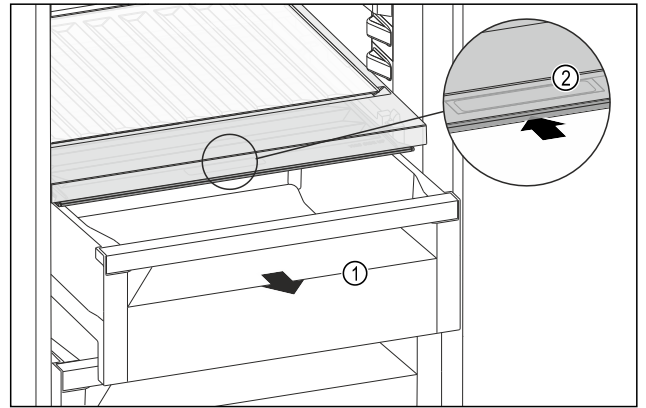

Fig. 149
- ▶ 拉出抽屉 Fig. 149 (1)。
- ▶ 抓住抽屉盖上的内嵌式拉手 Fig. 149 (2), 并同时向后推入抽屉盖。